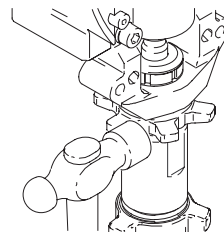

Fig. 11
6. Fig. 11. Skru kontramøtrikken (56) op på pumpen, indtil den stopper. Tilspænd kontramøtrikken med fingrene, og bank den derefter 1/8 til 1/4 omgang med en (maks.) 568 g hammer til ca. 102 N-m.